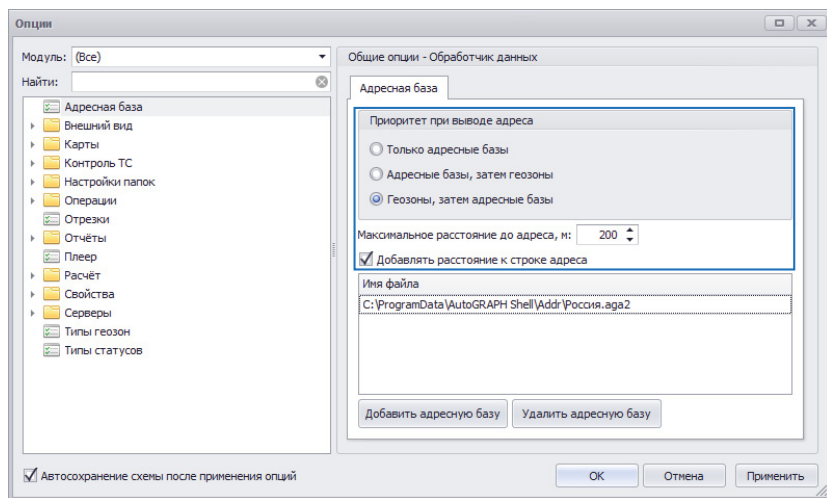
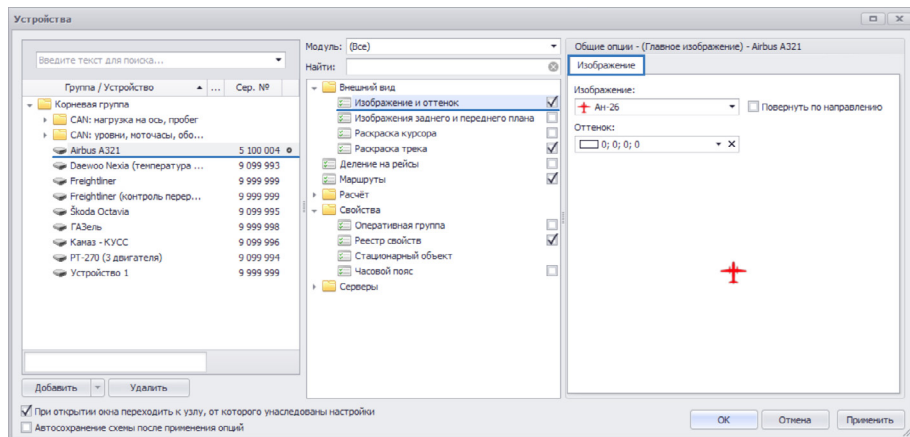

Рис.30. Подключение адресной базы.
Рис.53. Настройка главного изображения ТС.
Далее требуется настроить параметры адресных баз (Рис.30):
Наличие данных от ТС в Селекторе устройств показывает онлайн индикатор (**Рис.30**). Показать или скрыть индикатор можно в меню «Опции» в разделе *Внешний вид – Отображение столбцов и строк ТС, порядок строк* (**Рис.53**), отключив или выбрав опцию «Скрывать онлайн индикатор».
- Если в базе данных есть данные от ТС и эти данные доступны текущему пользователю, то индикатор горит зеленым (**Рис.30, п.1**).
- Если в базе данных нет данных от ТС или в настройках не задан источник данных, либо данные не доступны пользователю, то индикатор горит красным (**Рис.30, п.2**).
- Онлайн индикатор группы горит оранжевым (**Рис.30, п.3**), если в группе имеются транспортные средства с данными (индикатор зеленый) и без данных (индикатор красный).
В программе «АвтоГРАФ 5 ПРО» каждому устройству присваивается иконка, которая будет отображаться в Селекторе устройств и на карте рядом с курсором ТС. Для настройки иконки ТС необходимо перейти в меню «Устройства», затем выбрать устройство для настройки и перейти в раздел настроек *Внешний вид – Изображение и оттенок* (Рис.53). В меню справа необходимо выбрать изображение ТС и настроить его оттенок.
Опция «Повернуть по направлению» (Рис.53) разрешает поворот изображения ТС по направлению движения.